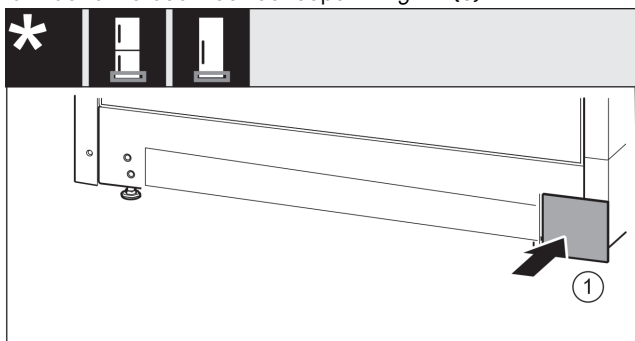

Fig. 20
- Aseta suojus takaisin paikoilleen toisella puolella. Fig. 20 (1)